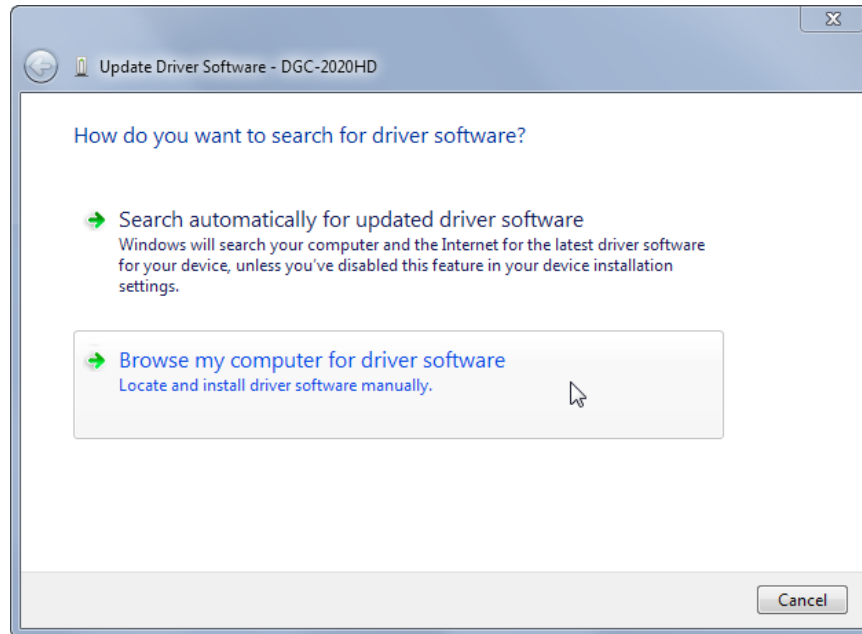

Figure 8-4. Mise à jour du pilote logiciel - DGC-2020HD
Étape 4. Sélectionnez Parcourir mon ordinateur pour le pilote logiciel comme illustré dans la Figure 8-4.